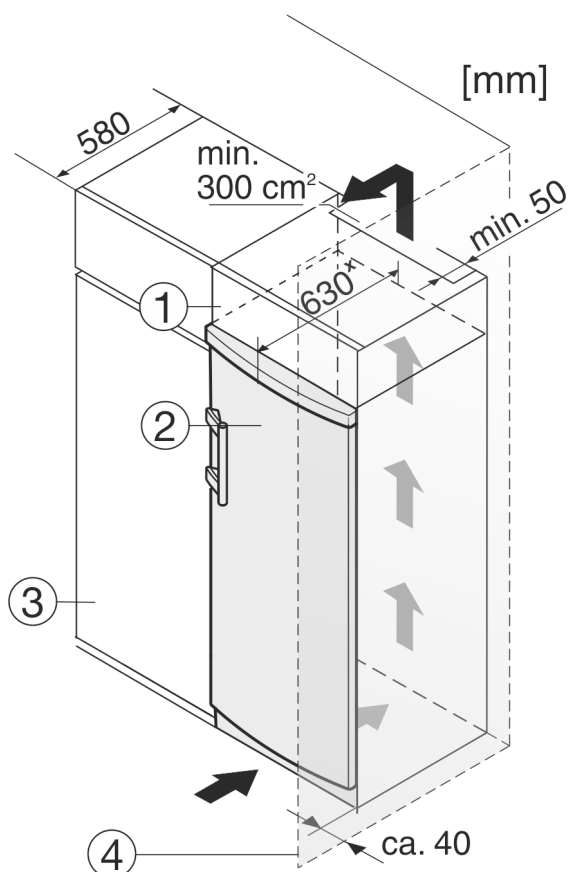

Fig. 10
Přístroj lze zabudovat do kuchyňských skříní. K vyrovnání přístroje Fig. 10 (2) na výšku kuchyňské linky lze na přístroj nasadit nástavec Fig. 10 (1).
Při montáži do kuchyňských skříní (hloubka max. 580 mm) lze přístroj instalovat hned vedle kuchyňské skříně Fig. 10 (3). Přístroj přesahuje přední stěnu kuchyňské skříně na stranách o 34 mm * a uprostřed o 50 mm *.
Když se přístroj instaluje závěsy vedle stěny Fig. 10 (4), musí být vzdálenost přístroje od stěny alespoň 40 mm. To odpovídá přesahu madla při otevřených dveřích.